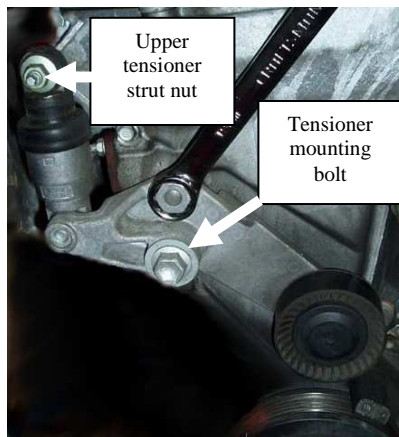

Fig 2
4. Release the serpentine belt tension using a serpentine belt tensioner release tool or a 19mm box end wrench to rotate the tensioner arm in the clockwise (down) direction. This must be done slowly (3seconds). Fig 2
4. Libérez la courroie multifonction à l'aide d'un outil de démontage de courroie multifonction ou une clé fermée de 19 mm pour tourner le bras du tendeur en sens horaire (vers le bas). L'opération doit s'effectuer lentement (3 secondes). Fig. 2